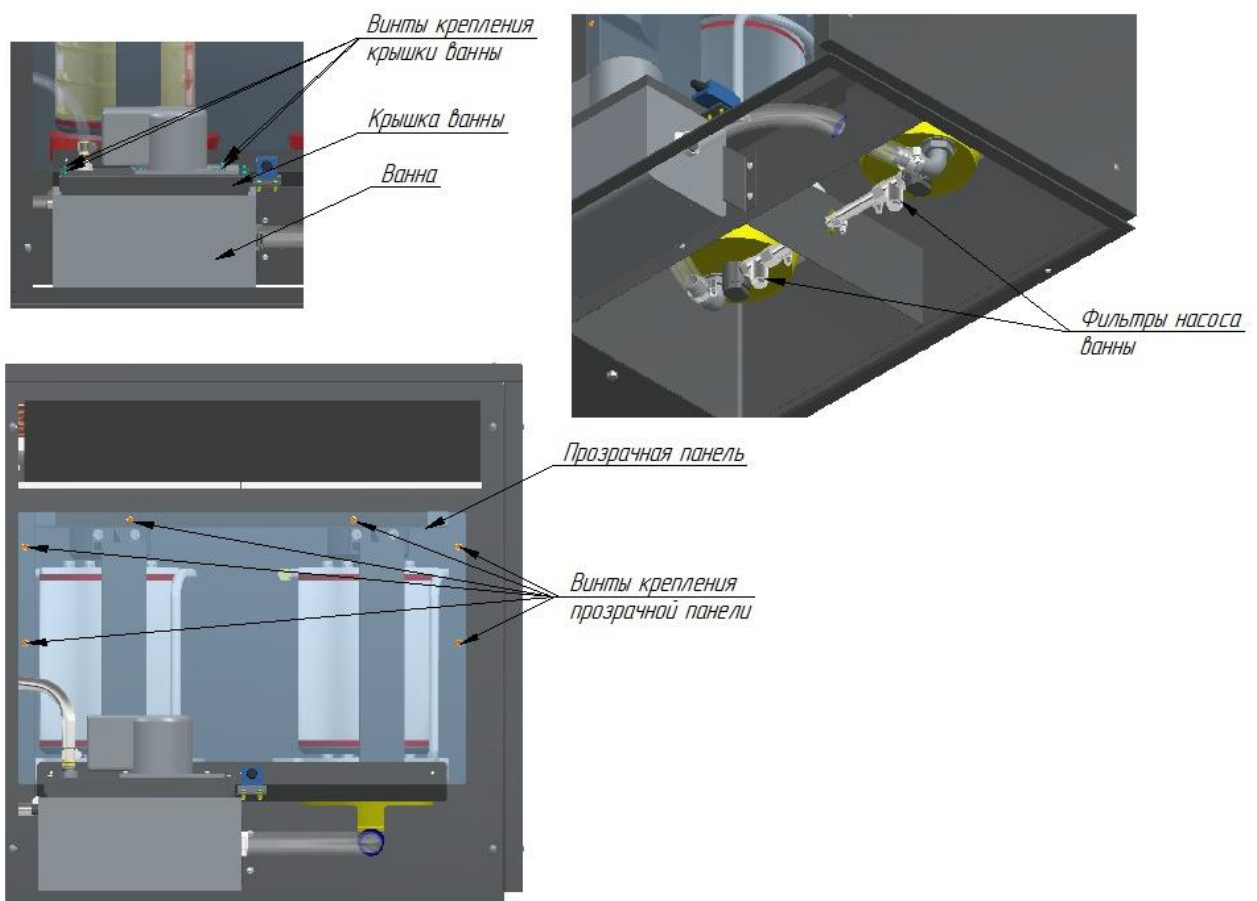

Рис. 7 Расположение крышки ванны, фильтра насоса и прозрачной панели.
- снять крышку ванны, удалив четыре винта (рис. 7);
- снять фильтр насоса ванны, открутив предварительно гайку корпуса фильтра (рис. 7);
- снять прозрачную панель, удалив шесть винтов (рис. 7);
Смотровая панель на рис. 7 не показана.
- снять прозрачную панель, удалив четыре винта (рис. 7);